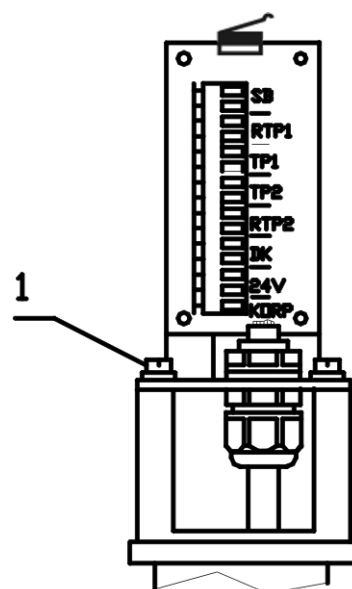

Рис.10.14
10.3.15 Установить КССТ-1 на верхнюю часть стойки и закрепить с помощью винтов 1 (рис. 10.14).